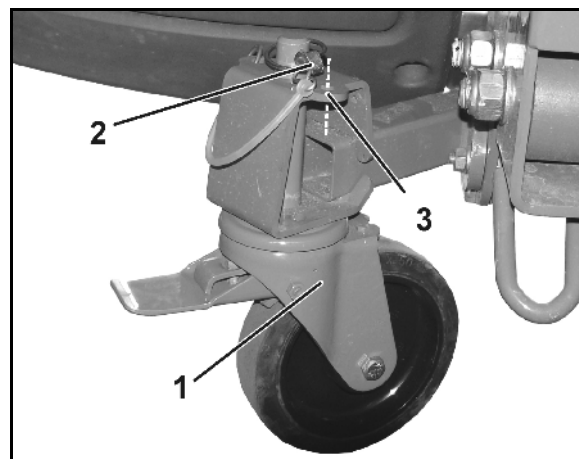

Fig. 26
Les 2 galets de guidage sont dotés d'un système de blocage pour éviter que l'épandeur d'engrais ne puisse se mettre à rouler (Fig. 26/1).
5. Montez les roulettes avec frein manœuvrables à l'avant (Fig. 26/1)
- o et bloquez-les avec la goupille (Fig. 26/2) ou
Si vous n'utilisez pas les roulettes de manutention, fixez les goupilles en position de stationnement (Fig. 26/3).